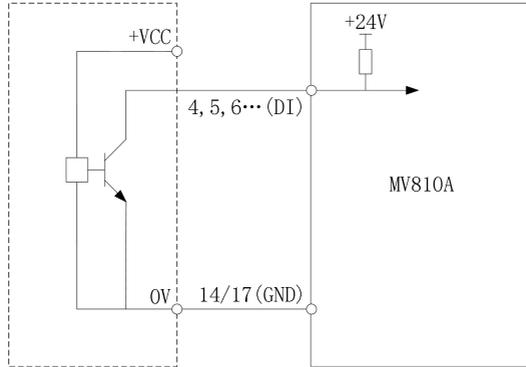

图 4-18 外部控制器为 NPN 连接方式
② 外部控制器为 NPN 型的共发射极输出，接线方式如图 4-18 所示。